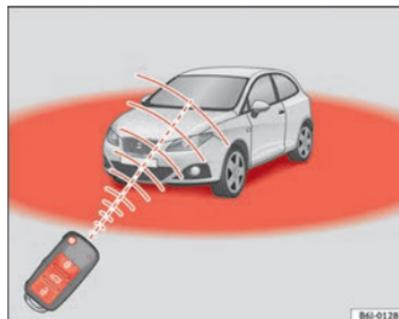

Fig. 46 Radio de acción del mando a distancia por radiofrecuencia
Además, el testigo de la pila de la llave ⇒ fig. 46, parpadea.
- El mando a distancia por radiofrecuencia funciona únicamente dentro de su radio de acción ⇒ fig. 46.